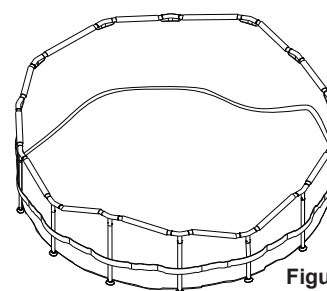

Figure 11
- si vous ne procédez pas conformément à la description figurant ci-dessus, la piscine peut se remplir d'une manière irrégulière, puis pencher d'un côté et s'effondrer (voir la Figure 11). Votre piscine doit être droite et perpendiculaire au sol. Si votre piscine penche, le sol n'est peut-être pas assez de niveau et vous devrez recommencer l'installation dès le début.